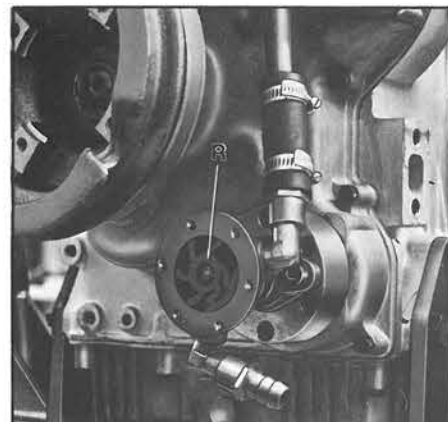

Fig. 43
- 17.7 In caso di dimenticanza delle operazioni preventive di cui sopra, prima dell'avviamento del motore dopo lunghe soste, togliere il coperchio della pompa acqua e verificare le condizioni del rotore in gomma R. Se bloccato nel proprio alloggiamento rimuoverlo, lavare rotore e sede con petrolio o benzina, lubrificare e rimontare la pompa (fig. 43).
- 17.7 In case of forgetfulness concerning the preventive operations as mentioned above, before starting engine after long inactivity take off cover from water pump and check rubber rotor « R ». If jammed in its housing remove it, wash rotor and housing with petrol or paraffin, lubricate parts and reassemble (fig. 43).